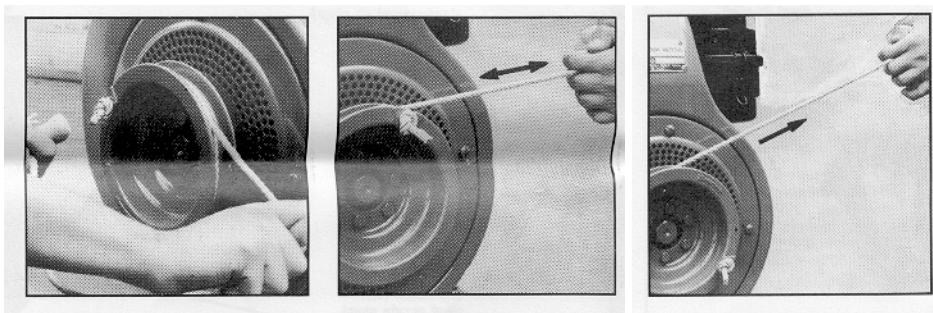

Рис. 11
4. Запустить двигатель с помощью ручного пускателя в следующем порядке (рис. 11):